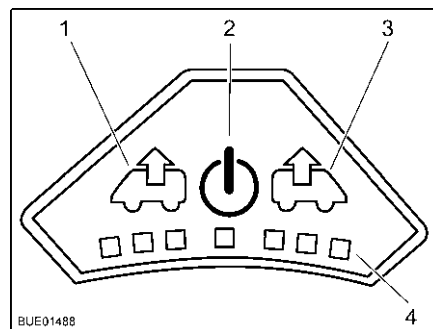

Fig. 110 Painel de controlo do ventilador
- Ligar:** ■ Premir a tecla Ligar/Desligar (Fig. 110,2). O ventilador está a funcionar no modo de conforto (extrair o ar com o ventilador na mais baixa rotação).
- Extrair o ar:** ■ Para aumentar a rotação do ventilador: Prima a tecla Extrair o ar (Fig. 110,1). A rotação do ventilador no sentido da extração do ar aumenta um nível. Os LEDs (Fig. 110,4) indicam os níveis de comutação.
■ Para reduzir a rotação do ventilador: Prima a tecla Arejar (Fig. 110,3). A rotação do ventilador baixa um nível.
- Arejar:** ■ Para aumentar a rotação do ventilador: Prima a tecla Arejar (Fig. 110,3). A rotação do ventilador no sentido do arejamento aumenta um nível. Os LEDs (Fig. 110,4) indicam os níveis de comutação.
■ Para reduzir a rotação do ventilador: Prima a tecla Extrair o ar (Fig. 110,1). A rotação do ventilador baixa um nível.
- Desligar:** ■ Premir a tecla Ligar/Desligar (Fig. 110,2). O ventilador para, os LEDs apagam-se.